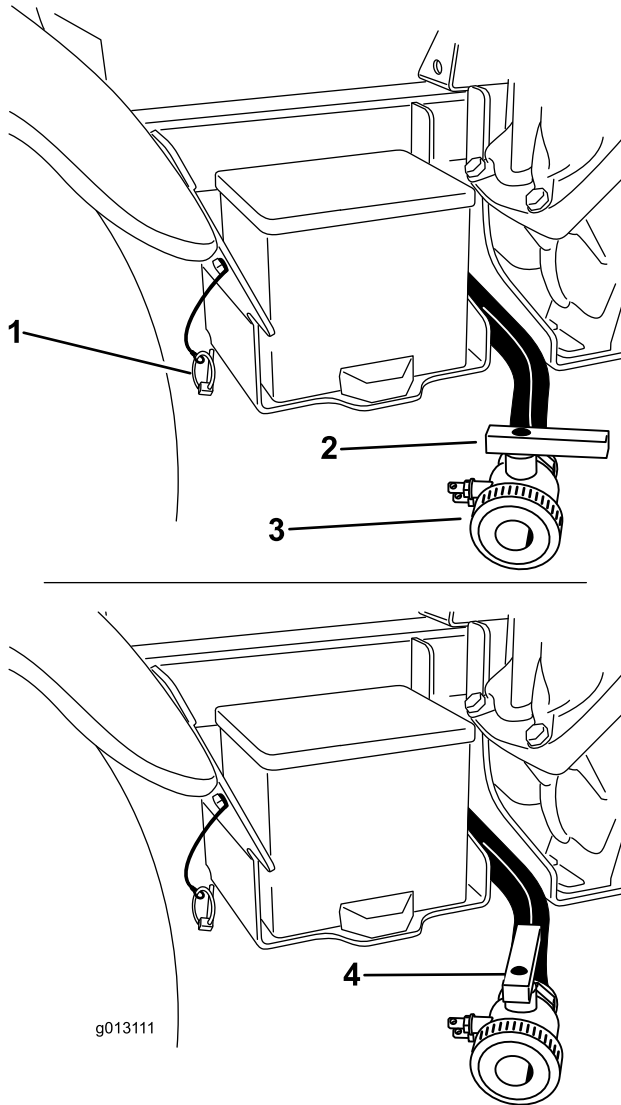

Figura 27
- B. Utilice la manija de vaciado del depósito para vaciar del depósito cualquier material no utilizado, y elimine dicho material de acuerdo con la normativa local y las indicaciones del fabricante del mismo (Figura 27). Así conseguirá vaciar todos los residuos existentes en la línea.
3. Cuando el depósito se haya vaciado completamente, instale la válvula en el bastidor montando el pasador de seguridad previamente retirado y cierre la válvula de vaciado (Figura 27).